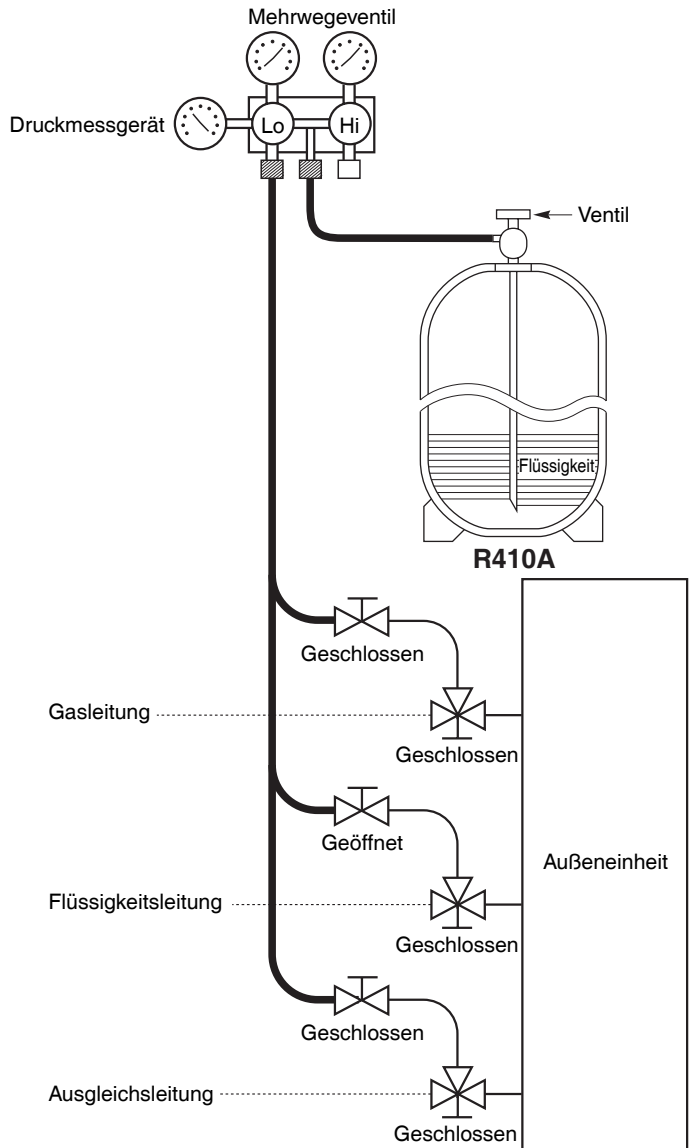

Abb. 6-5
- Einfüllen von zusätzlichem Kältemittel (dessen Menge auf der Basis der Flüssigkeitsleitung-Gesamtlänge berechnet wurde, wie im Abschnitt "1-8. Einfüllen von zusätzlichem Kältemittel" beschrieben), unter Verwendung des Wartungsventils der Flüssigkeitsleitung (Abb. 6-5).